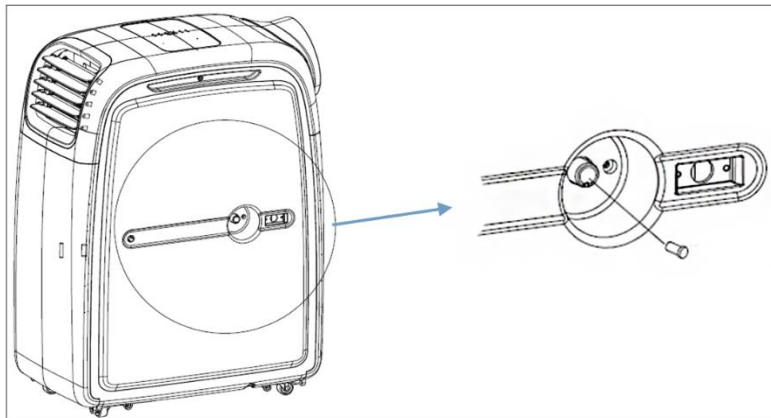

Abb. 3
- Ist der Wassertank voll, werden die Codes „E2“ in den Betriebsmodi Entfeuchten und Kühlen und „E4“ im Betriebsmodus Heizen am LED-Display angezeigt. Der Kompressor hört auf zu laufen. Bitte entfernen Sie den Stöpsel der Drainageöffnung und lassen Sie das Wasser über einen Drainageschlauch ablaufen (siehe Abb. 3). Bitte bringen Sie anschließend wieder den Stöpsel an. Der jeweilige Code verschwindet am LED-Display und das Gerät setzt die Inbetriebnahme fort.